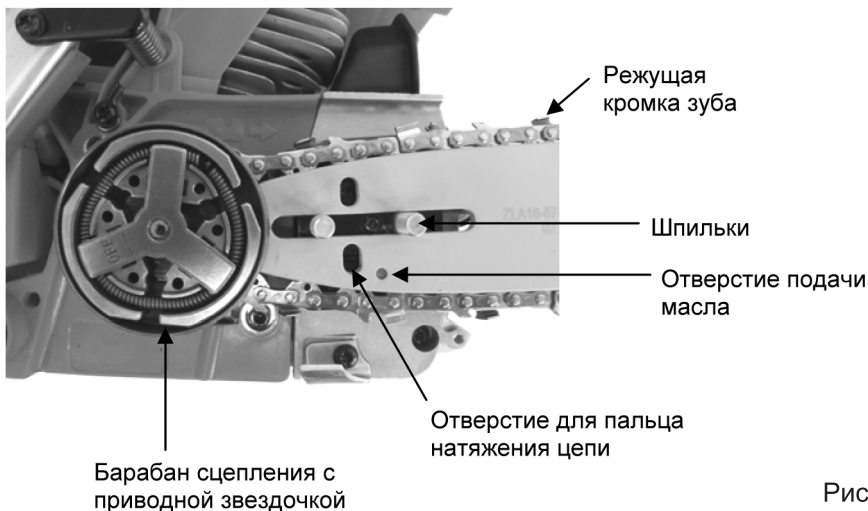

Рис. 4
4. Установите шину на шпильки (рис. 4)
5. Наденьте цепь на зубчатую приводную шестерню (рис. 4), затем наденьте цепь на шину таким образом, чтобы зубья цепи были направлены режущими кромками по ходу движения цепи (по часовой стрелке).